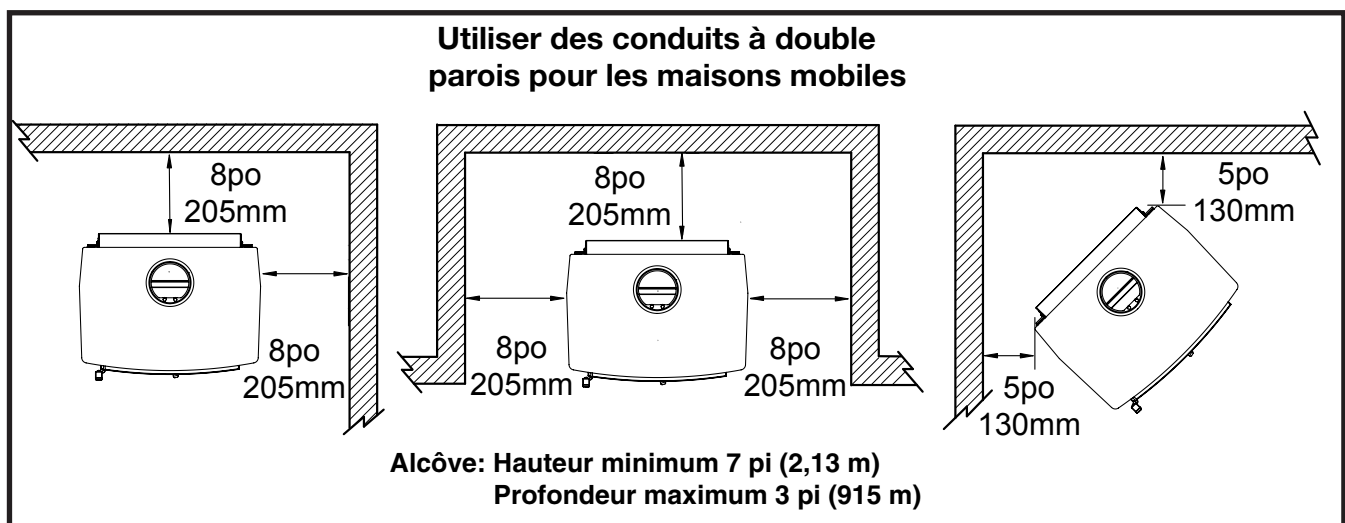

Figure 8: NEO 1.6 LE Dégagements pour maisons mobiles.
- Les dégagements des surfaces et matériaux combustibles sont indiqués à la Figure 8 pour un événement à cloison simple. Les dégagements peuvent être réduits lorsque différents matériaux d'isolation à la chaleur sont utilisés. Consulter le code des incendies local ou les autorités pour obtenir l'approbation.
- Pour des dégagements plus courts, utiliser un événement à cloison double (Figure 8).
Ce poêle doit être installé avec un conduit d'évent à cloison double qui figure sur la liste et un système de cheminée compatible. Les dégagements des surfaces et matériaux combustibles sont indiqués à la Figure 8.